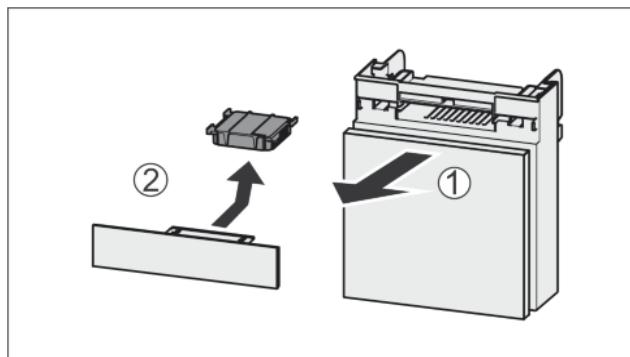

Fig. 49
- Вытянуть Fig. 49 (1) отделение движением вперед.
- Извлечение Fig. 49 (2) фильтра с активированным углем.